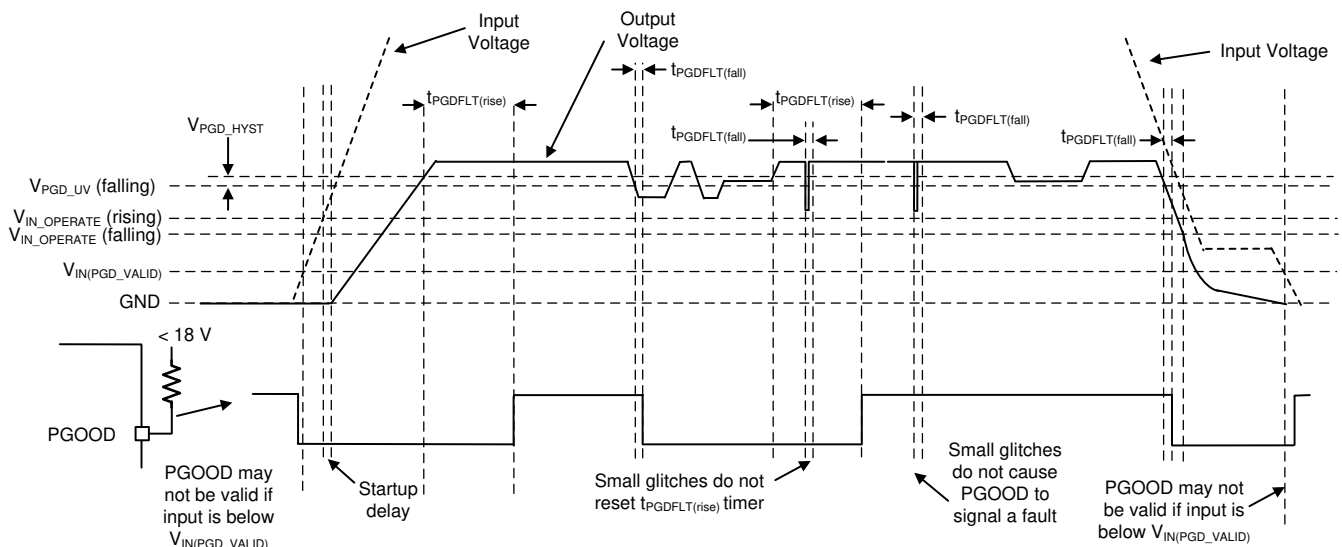

図 7-13. PGOOD のタイミング図 (OV イベントを除く)
ディスクリートのリセット デバイスを置き換えるために PGOOD 機能が実装されているため、部品点数とコストを低減できます。帰還 (FB) 電圧が、規定された PGOOD スレッシュホールドの範囲外になると、PGOOD 電圧は Low に遷移します (図 6-8 参照)。この遷移は、電流制限中、サーマル シャットダウン中、ディセーブル中、通常の起動中に発生する可能性があります。グリッチ フィルタは、出力電圧の短時間の変動 (ラインおよび負荷過渡時など) に対するフラグの誤動作を防止します。t_{PGDFLT(fall)} よりも短い出力電圧変動では、PGOOD フラグは立ちません。PGOOD 動作について深く理解するには、図 7-13 を参照してください。